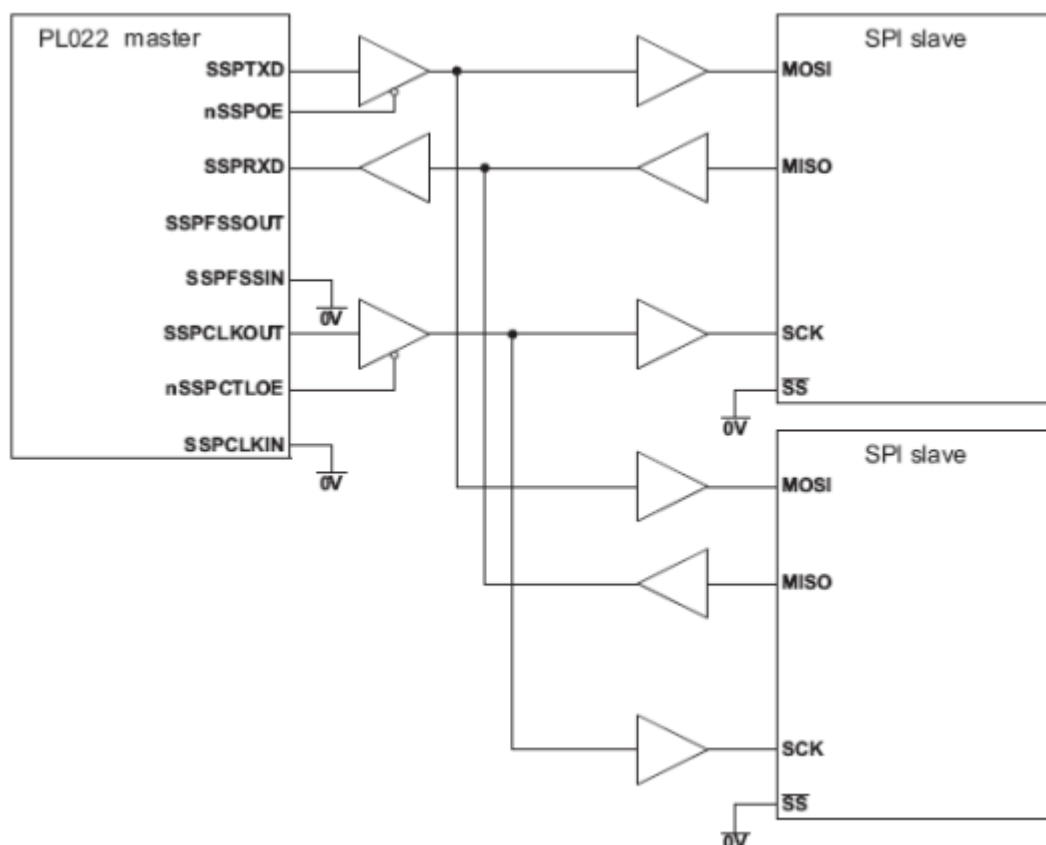

Рисунок 73 – Ведущее устройство SSP подключено к двум ведомым, поддерживающим протокол SPI
Рисунок 73 показывает подключение модуля SSP, сконфигурированного как ведущее устройство, к двум ведомым устройствам, поддерживающим протокол SPI фирмы Motorola. Внешние устройства сконфигурированы как ведомые путем установки в низкий логический уровень сигнала выбора ведомого устройства Slave Select (SS). Как и в предыдущем примере, ведущее устройство способно передавать данные в адрес ведомых циркулярно по линии SSP_TXD. Ответная передача данных на входную линию SSP_RXD ведущего устройства одновременно осуществляется только одним из ведомых по соответствующей линии MISO.